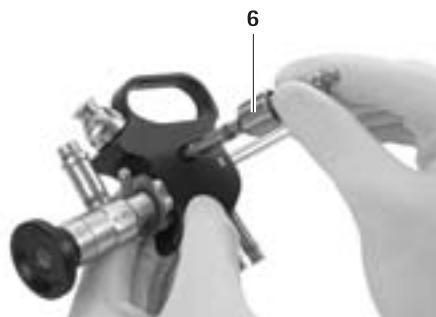

Abb. 5
- Adapter für Halteam 6 wahlweise seitlich (rechts/links) in Bohrung einstecken, bis der Flansch in die vorgesehene Nut einrastet, siehe Abb. 5.